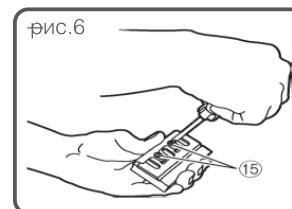

рис.6
- Установите согнутую часть установочной пластины в паз на плоской части режущего блока. (рис.6, 7)